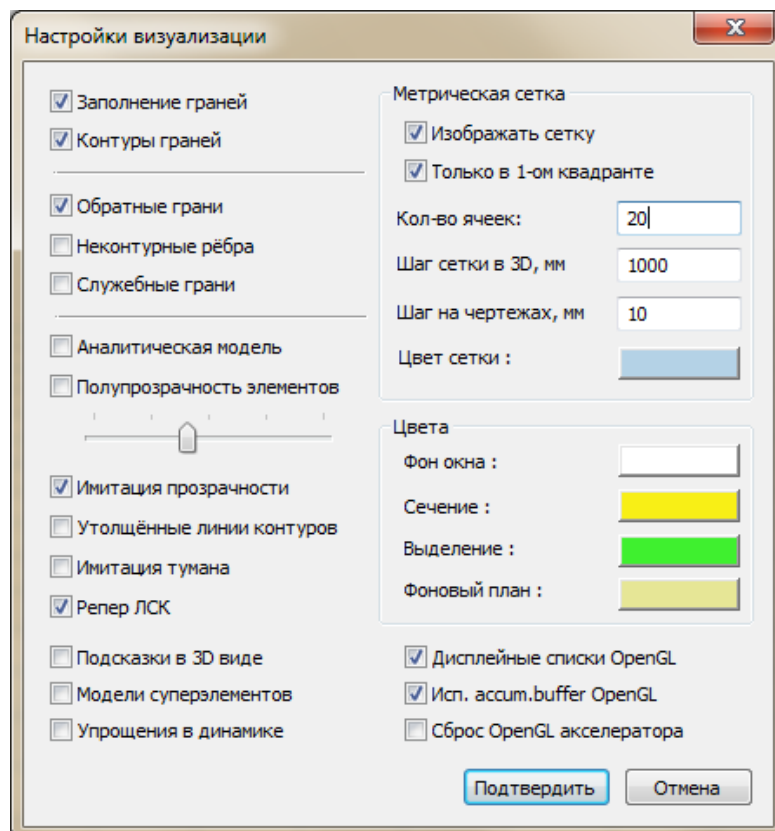

Рис. 6.2. Диалоговое окно **Настройки визуализации**
- В открывшемся диалоговом окне **Настройки визуализации** следует задать следующие характеристики (рис.6.2):